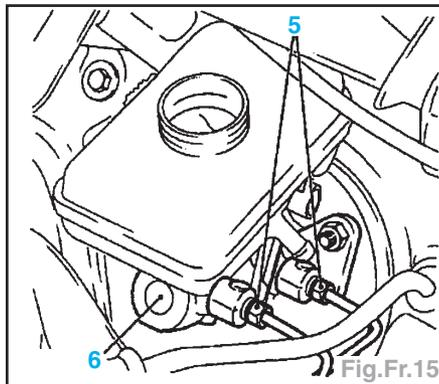

Fig.Fr.15
- Démonter les 2 canalisations de frein (5) (Fig.Fr.15).